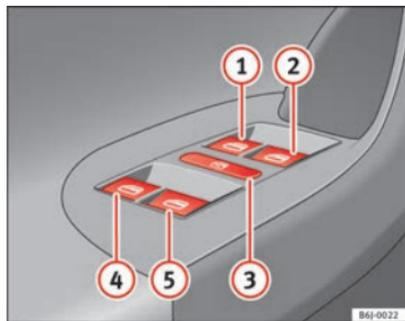

Fig. 51 Détail de la porte du conducteur : commandes pour les glaces avant et arrière
Les touches ⇒ fig. 51 ①, ②, ④ et ⑤ disposent de deux positions pour l'ouverture des glaces et de deux autres pour leur fer-